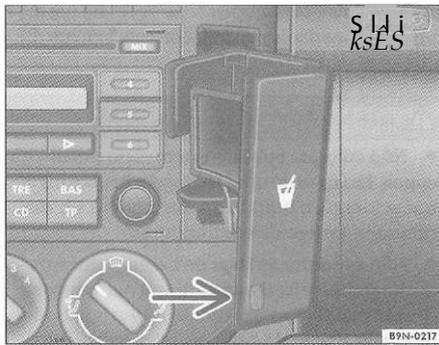

Fig. 72 Porta-copos aberto
- Para dar folga ou regular o porta-copos, pressione o botão existente atrás da cobertura -seta- => fig. 72.